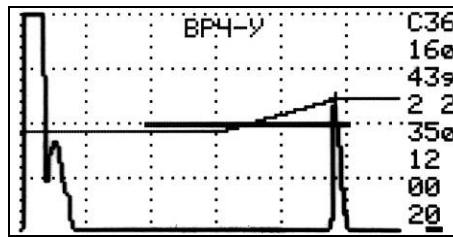

Рисунок 83 – Установка второй точки закона ВРЧ.
6.3.2.5 Перевести маркер на вторую точку ВРЧ. Повторить п.6.3.1.7 и установить вторую точку ВРЧ над амплитудой от верхнего отражателя (см. Рисунок 83).
6.3.2.6 Перемещая вторую точку ВРЧ вверх по экрану довести уровень сигнала от верхнего отражателя до середины экрана (см. рисунок 83), зафиксировав момент, когда устойчиво загорится красный светодиод. Амплитуды эхо-сигналов от верхнего и нижнего отражателей будут выровнены.